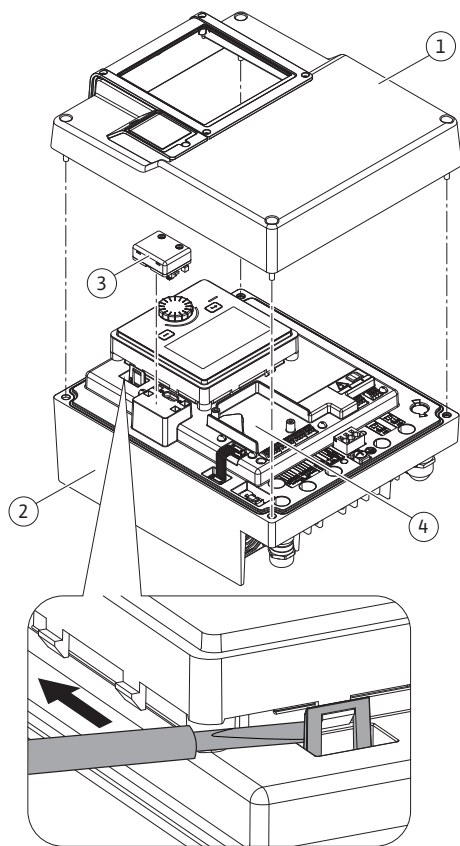
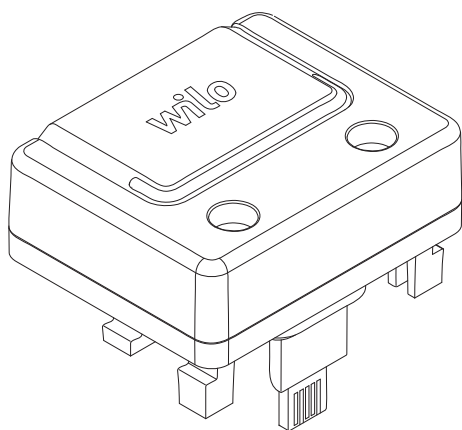

Fig. 26: Elektronikas modulis
Fig. 27: Wilo-Smart Connect modulis BT
Wilo-Smart Connect moduļa BT Bluetooth saskarne (Fig. 26, 3. poz. un Fig. 27) paredzēta savienojuma izveidei ar mobilajām galiekārtām, piemēram, ar viedtālruni vai planšeti. Lietotnē Wilo-Assistent ir pieejama funkcija Wilo-Smart Connect. Izmantojot funkciju Wilo-Smart Connect, sūkni var vadīt, iestatīt, kā arī nolasīt tā datus. Iestatījumus skatīt nodaļā „Ekspluatācijas uzsākšana“ [► 44].
1. Atskrūvējiet visas četras elektronikas moduļa augšdaļas skrūves (Fig. 26, 1. poz.; Fig. 1, 2. poz.).
3. Iespraidiet Wilo-Smart Connect moduli BT tam paredzētajā saskarnē Wilo-Connectivity Interface. Skat. Fig. 26, 3. poz.
CIF moduļi (piederumi) kalpo komunikācijai starp sūkņiem un ēku vadības tehniku. CIF moduļi tiek uzsprausti uz elektronikas moduļa (Fig. 26, 4. poz.)